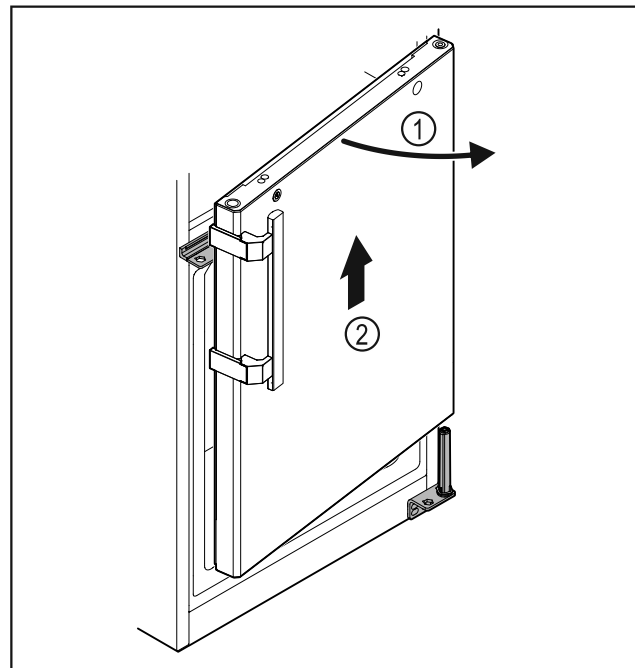

Fig. 33
- Aprire di poco la porta Fig. 33 (1), sollevarla di ca. 200 mm verso l'alto in senso orizzontale e rimuoverla Fig. 33 (2).